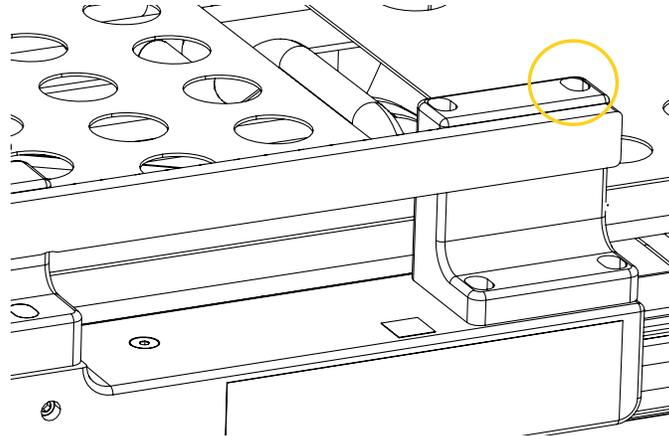

Figure 46: Serrage des vis sur le dessus du Système de rail XTPA-PPXT
15. Serrer la dernière vis, préalablement inaccessible située sur le dessus de chaque rail à l'aide d'une clé hexagonale de 3/16 po (Figure 46).